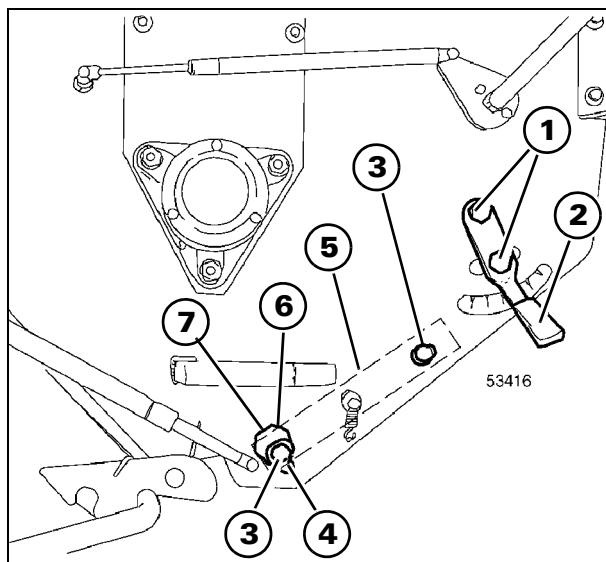
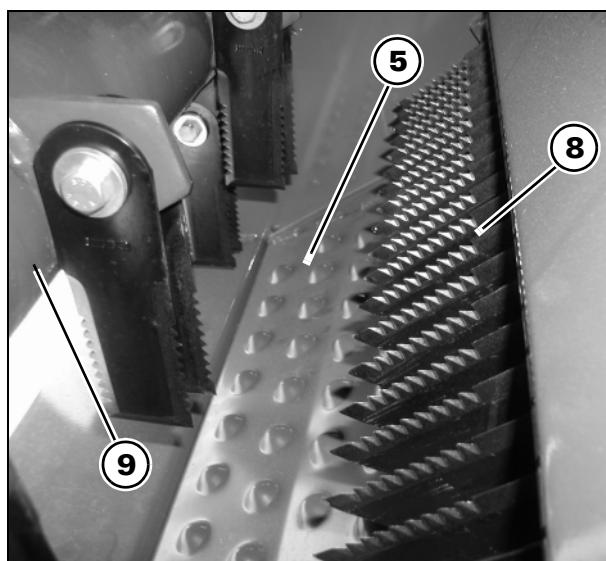

Рис. 30
Рис. 31
Рис. 30 и Рис. 31
- 1.) ослабьте ремень (17) с помощью рычага (18).
- 2.) Снизьте скорость вращения ротора соломорезки установив шкив (11) большего диаметра на существующий шкив (12) и затянув его винтами (13).
- 3.) Снимите приводной шкив (14) и поместите его в соответствующий корпус (15), прикрепив его к внутренней опоре узла муфты сцепления при помощи шайбы (16).
- 4.) Натяните ремень (17), установив рычаг (18) в соответствующий корпус (19), специально предназначенный для кукурузы.
- 5.) Отверните винты (3 Рис. 30) с обеих сторон.
- 6.) Поверните рубящую пластину (5 Рис. 30) на 180° таким образом, чтобы ее гладкая поверхность была обращена к ротору.
- 7.) Прикрепите рубящую пластину (5 Рис. 30) при помощи винтов (3 Рис. 30), законтрив их в самом дальнем положении от ротора.
- 8.) Отверните винты (8) крепления дефлектора (9).
- 9.) **Только для уборки кукурузы:** Передвиньте дефлектор (9) вперед и зафиксируйте его при помощи винтов (8) для того, чтобы сердцевины кукурузных початков не выбрасывались в направлении клавишного соломотряса.
**ПРИМЕЧАНИЕ:** Так как пластина дефлектора (9) движется свободно, с обеих сторон имеются зазоры: следите за тем, чтобы они не исчезли.
- 10.) Отверните винты (20) крепления крышки контрножа.
- 11.) Снимите крышку (21) и по одному извлеките контрножи (22).